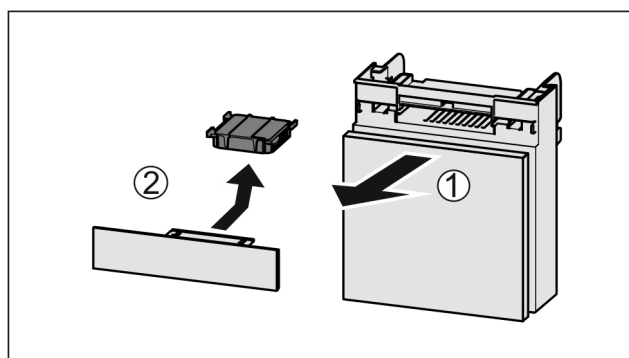

Fig. 87
- Издърпайте Fig. 87 (1) напред отделението.
- Извадете Fig. 87 (2) филтъра с активен въглен.